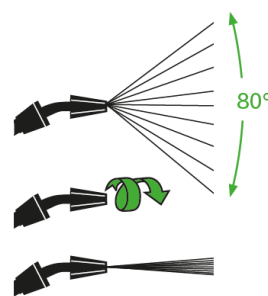

Fig. 4b
- Vous pouvez régler la forme de pulvérisation en tournant la buse de pulvérisation (10). Reportez-vous à la figure 4b.
- Relâchez la gâchette (17) et le verrou de la gâchette sur la poignée (16) pour arrêter la pulvérisation.